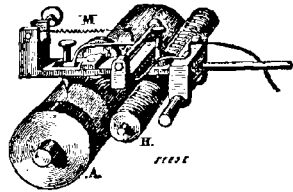

Fig. 143.
Le cylindre expéditeur A (fig. 143) est isolant, et sert à l'enroulement de la dépêche écrite à l'avance sur papier métallique. A côté se trouve une vis sans fin H, qui, mise en mouvement par le rouage, entraîne, parallèlement à l'axe du cylindre, un chariot M armé d'un pinceau de fils métalliques et d'un style frotteur. Ce pinceau et ce style sont isolés l'un de l'autre et s'appuient constamment sur le papier métallique de la dépêche. Pour chaque tour du cylindre A, le chariot se déplace d'un quart de millimètre, en sorte que tous les points de ce cylindre viennent successivement en contact avec le style, lequel
Horloges modernes. — 1. Les horloges actuelles ou **horloges à poids** dérivent des clepsydres à rouages des anciens, dont elles sont un admirable perfectionnement. L'invention de ces instruments date du jour où un homme de génie a eu l'idée de mettre en mouvement le mécanisme des clepsydres, non plus au moyen d'une crémaillère poussée par un flotteur, mais par la descente d'un *poids* P attaché à l'aide d'une corde, à l'arbre de la roue principale (fig. 143)³. On
8. Le xvii^e siècle vit s'opérer une révolution profonde dans l'horlogerie. Au lieu de s'évertuer à produire des curiosités, on s'occupa de faire des instruments utiles, et, pour la première fois, cet art fut soumis à des règles véritablement scientifiques. Enfin, la substitution, en 1656, du **pendule** (fig. 143) au balancier horizontal employé jusqu'alors, vint donner à la marche des instruments une régularité qu'elle n'avait jamais eue auparavant. Toutes les horloges, grandes ou petites, reçurent le nouveau régulateur, ce qui leur valut le nom d'*horloges à pendule*, par abréviation *pendules* ; mais, afin de les distinguer entre elles, l'usage s'introduisit de réserver ce nom abrégé de **pendule** aux horloges de chambre, et d'appeler simplement **horloges** les grosses horloges des édifices, bien que celles-ci fussent, comme les autres, des appareils à pendule ².